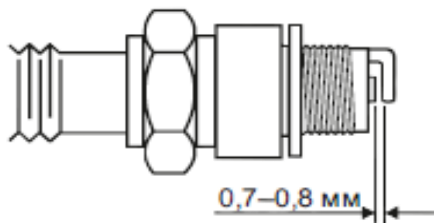

Рисунок 8. Свічка запалення двигуна.
4. Після зупинки двигуна, закрийте паливний кран, перемістивши важіль крана проти руху годинникової стрілки до упору у положення «Закрито» («OFF») (рисунок 8).
Також необхідно використовувати свічку запалювання із рекомендованим зазором між електродами у межах 0,7–0,8 мм (див. рисунок 8).